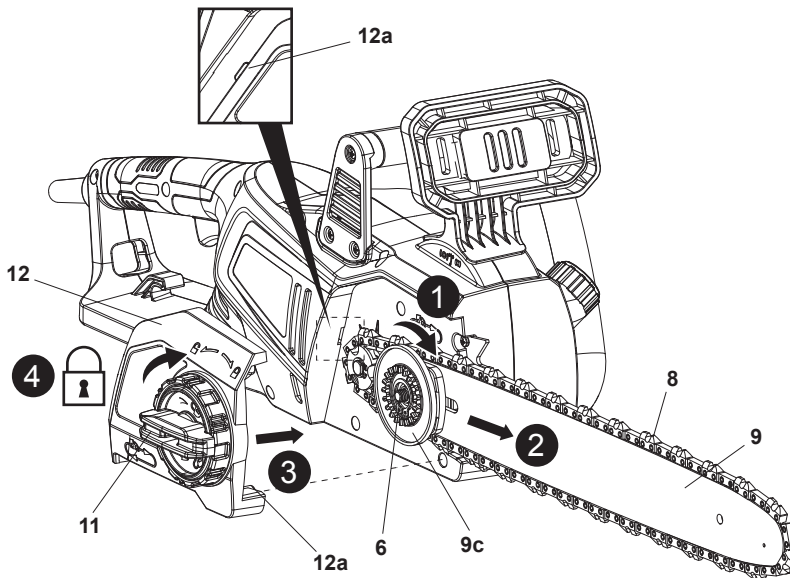

Fig. 5
7. Rode a roda (9c) no sentido horário de modo a ajustar a guia (9) para a direita para apertar a corrente (8) (Fig. 5, passos 1 e 2) e, em seguida, alinhe e coloque a cobertura da motosserra (12) sobre o parafuso de fixação (6) (Fig. 5, passo 3).
8. Volte a instalar a cobertura da motosserra (12) e aperte ligeiramente a roda de bloqueio (11) no sentido horário (Fig. 5, passo 4). Certifique-se de que os dois espigões (12a) encaixam corretamente nas ranhuras correspondentes.